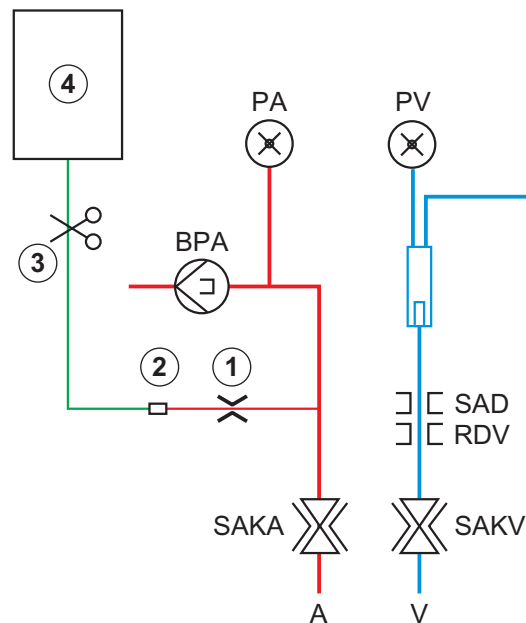

Abb. 6-10 Aufbau für den arteriellen Bolus
Bei Verwendung eines HD-Geräts muss die Infusionsleitung über den Y-Adapter des Blutschlauchsystems (siehe Abb. 6-10 Aufbau für den arteriellen Bolus (145)) mit einem NaCl-Beutel verbunden werden.
3. Infusionsbeutel mit der physiologischen Kochsalzlösung (Abb. 6-10, ④) an die Infusionsstange hängen.